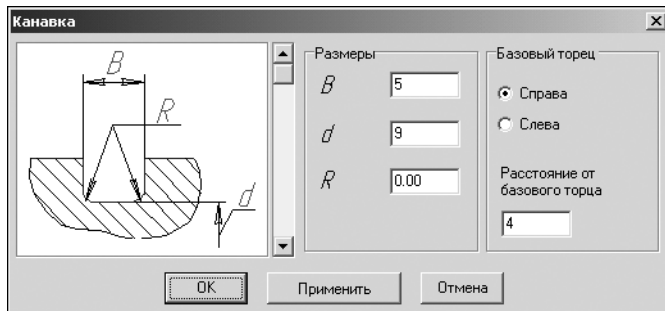

Рис. 4.3.
4. Укажите тип **Канавка** и щелкните левой клавишей мыши. Откроется одноименное командное окно (рис. 4.3).